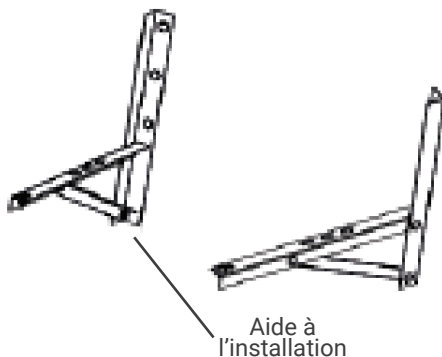

Fig.10
- Si des supports d'installation sont nécessaires pour installer l'unité extérieure, l'utilisateur peut acheter les supports auprès de notre société ou de nos agents (Fig. 10).